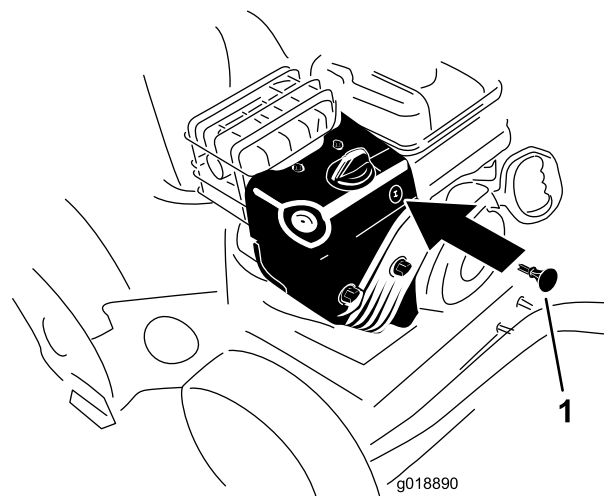

Рисунок 21
3. Вставьте ключ зажигания (Рисунок 21).